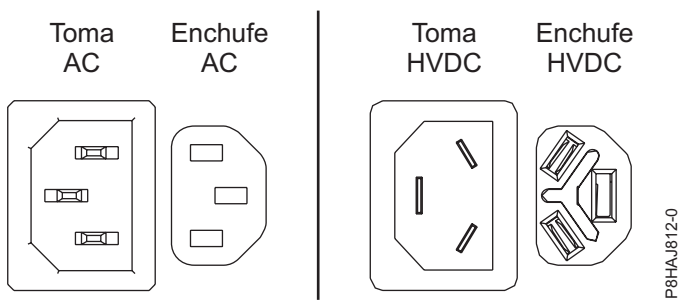
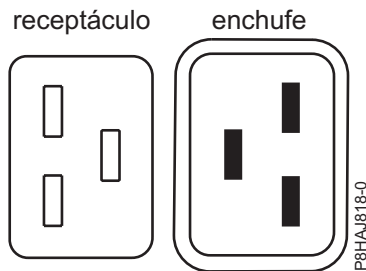
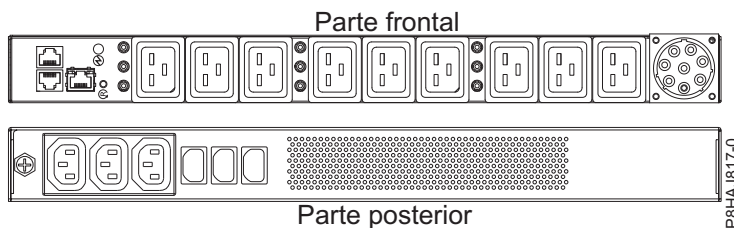

Figura 31. Conectores de CA y HVDC
Figura 32. Conectores para el sistema 8408-44E
Figura 33. PDU para el sistema 8408-44E
En Figura 31 se muestran los conectores admitidos de corriente alterna (CA) y de corriente directa de alto voltaje (HVDC). En Figura 32 y en Figura 33 se muestran los conectores admitidos y la unidad de distribución de alimentación (PDU) para 8408-44E.